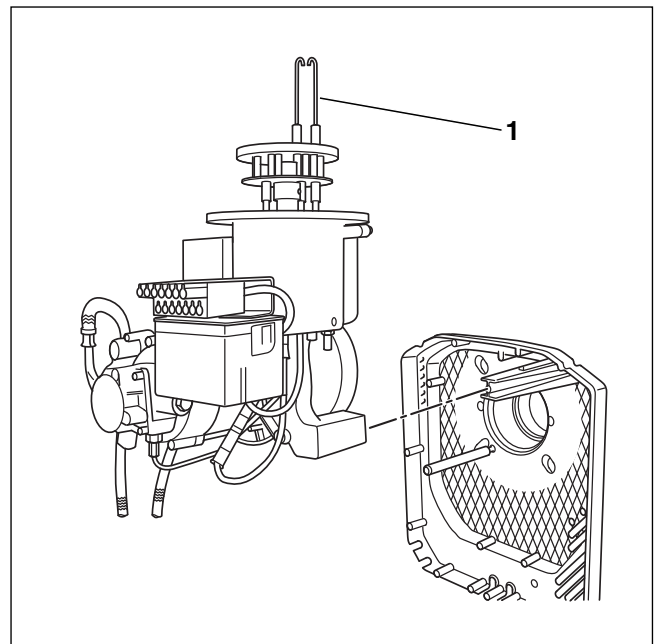

Bild 45 Brenner in Serviceposition aufstecken
- ▶ Brenner in Serviceposition (→ Bild 45) aufstecken.
Die Zündelektroden (→ Bild 45, [1]) müssen frei von Ablagerungen sein.
- ▶ Zündelektrode (→ Bild 45, [1]) ausbauen.